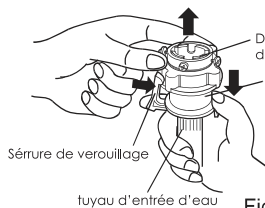
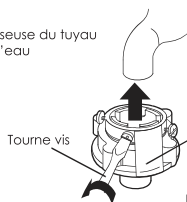
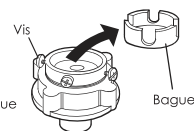

Figure 1
Figure 2
Figure 3
2. Appuyez sur l'extrémité inférieure de la serrure et poussez le curseur vers le bas. Enlevez la dégauchisseuse d'arrivée d'eau du composant de tuyau d'arrivée d'eau. Voir figure 1. Desserrez le vis jusqu'à ce que le robinet d'eau est accessible. Mettez la dégauchisseuse du tuyau d'arrivée d'eau sur le robinet. Voir figure 2. (Si le diamètre du robinet est trop grand et la dégauchisseuse ne peut être réglée sur le robinet d'eau, desserrez les vis du sol et retirez la douille dans la dégauchisseuse. Voir à la figure3.)